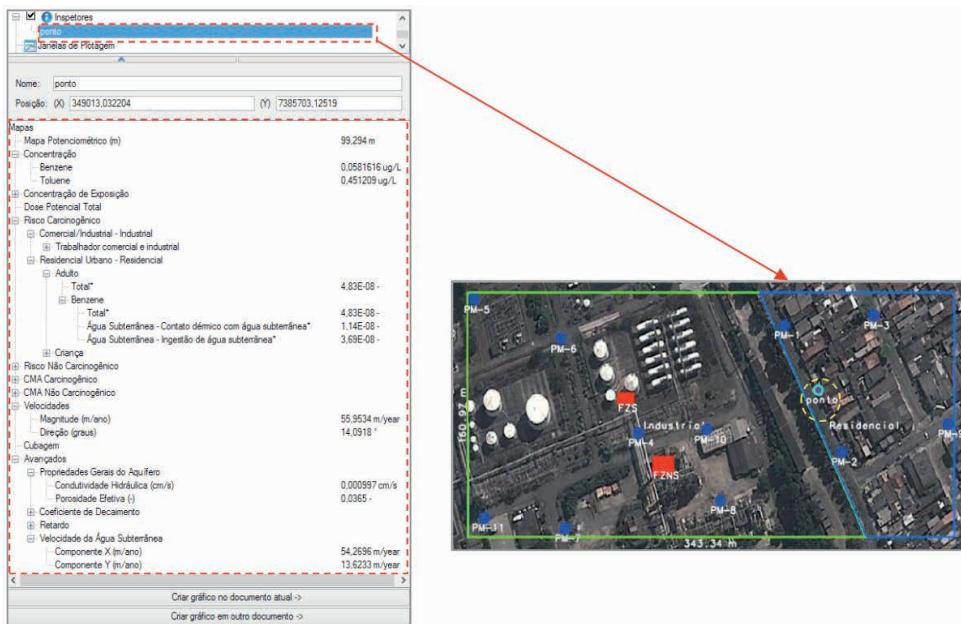

Figura 2.170 Mapas e Gráficos de Concentração de Benzeno no Inspetor de ponto.
- **Inspector de Ponto:** elemento que fornece informações sobre resultados de simulação de forma pontual (volume de controle). Os resultados podem ser visualizados na parte inferior, ou ainda, através de gráficos, conforme a Figura 2.170. O procedimento para geração de gráficos é o mesmo já orientado em itens anteriores (**Criar gráfico no documento atual → Nova Janela**).